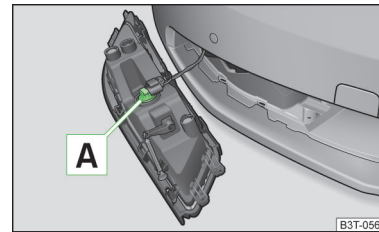

Abb. 207 Glühlampe wechseln
- › Den Lampensockel **A** » Abb. 207 bis zum Anschlag **entgegen dem Uhrzeigersinn** drehen und herausziehen.